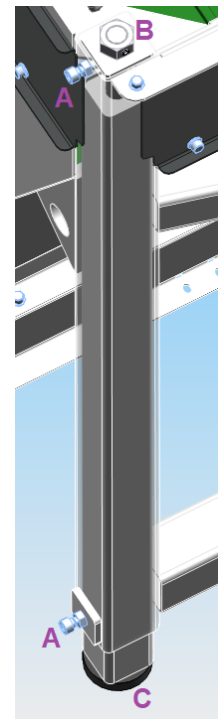

Figure 2. Réglage
3. Positionnez la machine. La machine fonctionne mieux lorsqu'elle a un angle de descente minimum de 1 à 2 degrés. Utilisez les pieds réglables pour mettre la machine en avant (figure 2). Desserrez les boulons A. Réglez ensuite la machine en tournant l'écrou B. Puis resserrez les boulons A. Il est indispensable d'ajuster uniformément la pression sur les 4 pieds réglables. Cela stabilise la machine. La mesure dans laquelle les pieds réglables en caoutchouc, partie C, se dilatent est parfaitement reproduite (figure 2).